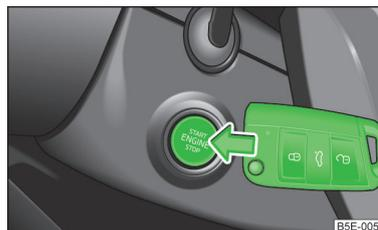

Abb. 117
- Den Starterknopf direkt mit dem Schlüssel drücken » Abb. 117.
Beim Motornotstart muss der Schlüssel mit dem Schlüsselbart zum Starterknopf zeigen » Abb. 117.